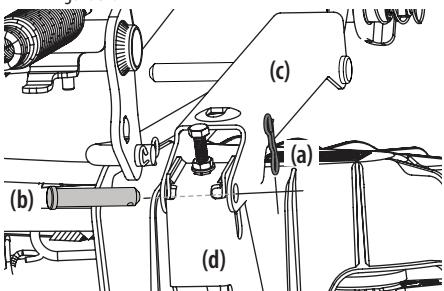

Figure 37
- Retirez les deux goupilles fendues (a) des axes de chape qui fixent les supports de relevage (c) aux supports de relevage arrière (d). Retirez les axes de chape (b). Voir Figure 37.